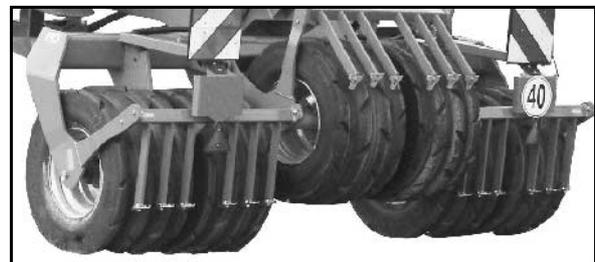

Fig. 26
- (1) 4 Fahrwerksräder
- (2) Walzenräder
- Beim Transport läuft die Maschine auf den Fahrwerksrädern (Fig. 26).